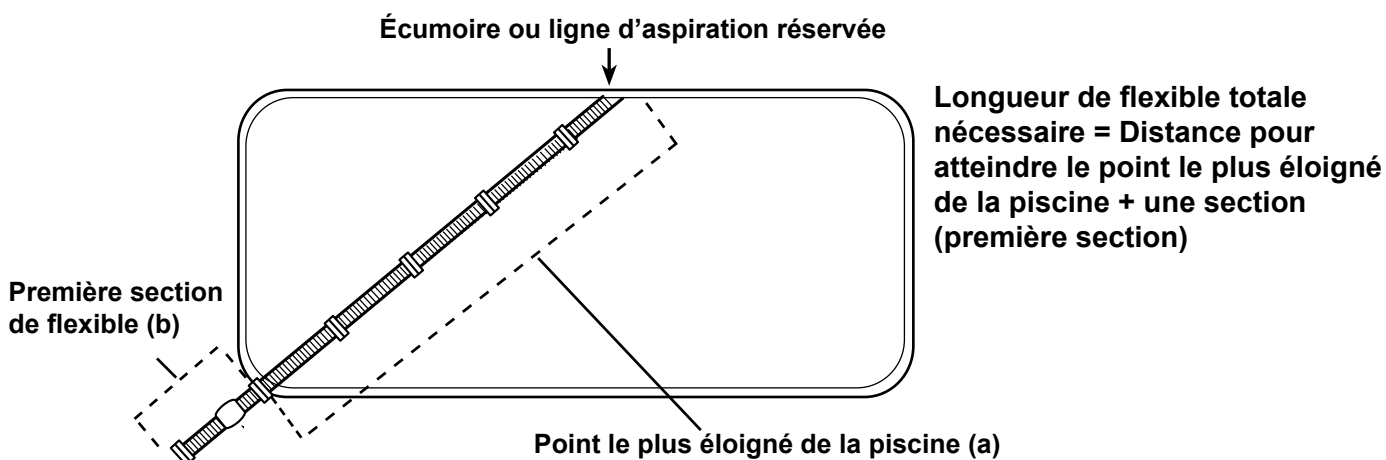

Figure 5
1. Mesurer une longueur de tuyau suffisante pour atteindre exactement le point dans la piscine le plus éloigné de l'écumoire ou de la ligne d'aspiration réservée. Retirer des sections supplémentaires, au besoin. Voir (a) dans la Figure 5 ci-dessous.
2. Ensuite, raccorder la première section de flexible à l'extrémité où la tête de l'aspirateur sera raccordée. Voir (b) dans la Figure 5 ci-dessous. La longueur supplémentaire permet à l'aspirateur d'atteindre le point le plus éloigné, même si le tuyau s'enroule pendant son utilisation.